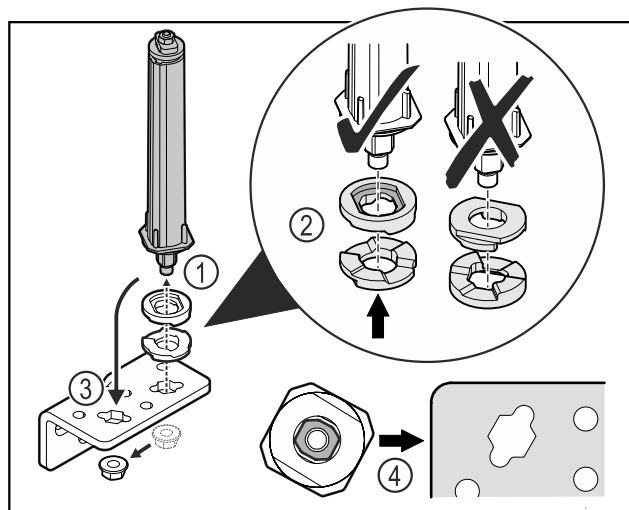

Fig. 32
- Povolte matici a odstraňte uzavírací systém dvířek Fig. 32 (1).
- Dbejte na správné vyrovnaní výškově stavitelných podložek Fig. 32 (2).
- Přesaďte uzavírací systém dvířek v úhelníku závěsu a upevněte jej maticí Fig. 32 (3).
- Při nasazování dbejte na správné vyrovnaní uzavíracího systému dvířek Fig. 32 (4).